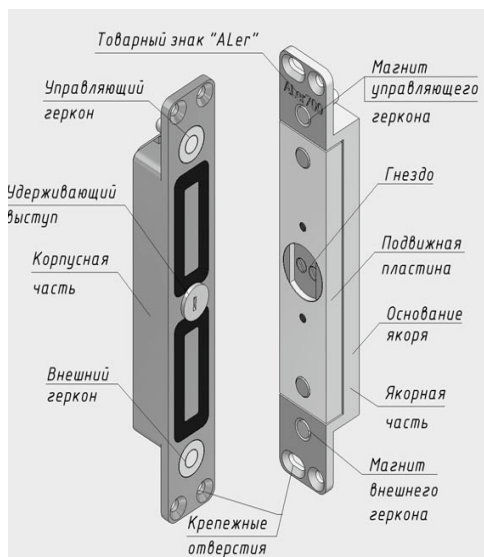

Рис.1
4.1 ЗАМОК состоит из корпусной и якорной частей. При закрытии двери подвижная пластина якорной части притягивается к рабочей поверхности корпусной части, при этом удерживающий выступ на корпусе входит в соответствующее гнездо пластины и запирает дверь (рисунок 1). Усилие удержания двери в закрытом положении при попытке взлома первоначально определяется усилием сдвига пластины якорной части относительно корпусной, а затем (после преодоления этого усилия) конструктивными размерами удерживающих выступов.
5.2 Для монтажа якорной части в дверном полотне симметрично кромкам двери подготавливается гнездо шириной не менее 32 мм и глубиной не менее 25 мм. Подвижная пластина якоря не должна касаться стенок гнезда при любом положении якоря. Якорная часть замка вертикального исполнения должна быть сориентирована в гнезде по установочной метке в виде товарного знака «ALeg» направлением вверх (рисунок 1).